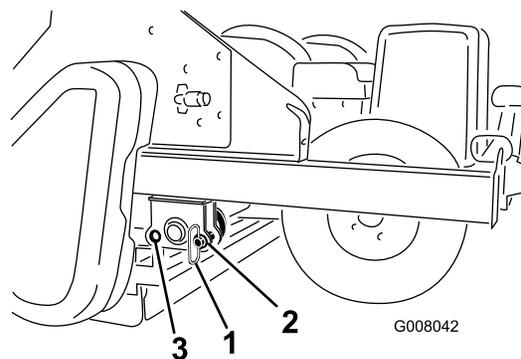

Figura 16
1. Retire los pasadores de almacenamiento de los taladros traseros (Figura 16).
3. Instale los pasadores de almacenamiento en los taladros delanteros (Figura 16).